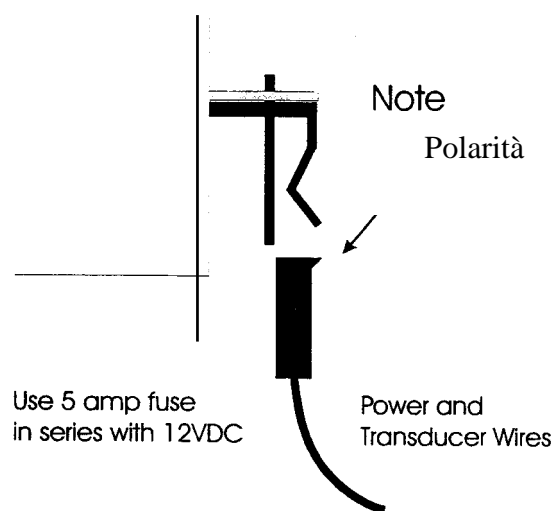

Fig.1
- Confrontate accuratamente i collegamenti con le figure 1. Se i collegamenti sono corretti, potete alloggiare il D30 nel foro. Assicuratevi che la guarnizione sia al suo posto e usate soltanto le mani per stringere il supporto. *Non stringere troppo il supporto o il case potrebbe subire danneggiamenti. Non usare strumenti per avvitare.*